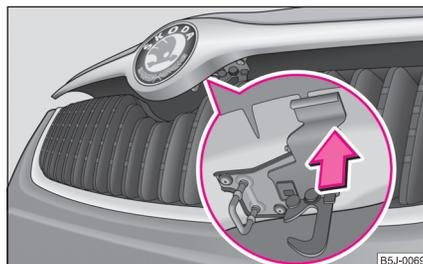

Abb. 155 Kühlergrill: Sicherung
- Drücken Sie die Sicherung ⇒ Abb. 155, die Motorraumklappe entriegelt sich. ▶